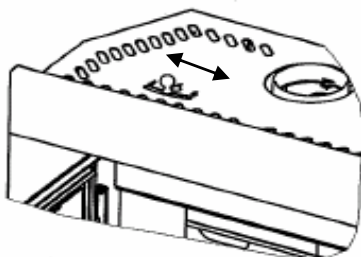

fig. 3
Réglez ensuite la prise d'air primaire (voir fig. 3)
- ouvrir la prise d'air primaire (voir fig. 3.)